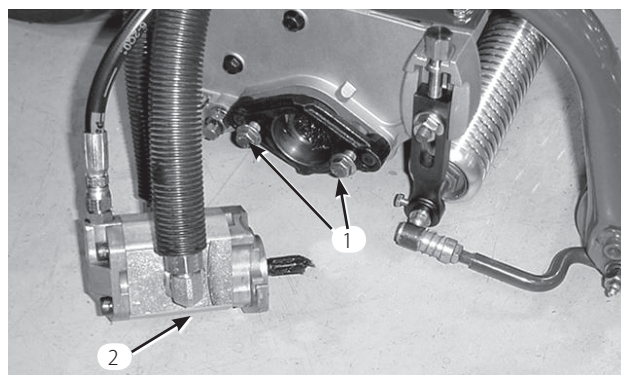

図 12
7. リールモータを固定するための取り付けボルトを各Cuttingユニットに装着する。ネジ山を13 mm 程度突き出させておく（図12）。
10. リールモータのシャフトのスプライン部にグリスを塗布する。モータを取り付け穴に正対させ、時計方向にひねってスタッドを一回かわし、次に左回りにひねって、キャップスクリューにフランジをしっかりと掛ける。キャップスクリューを締めてモータを固定する（図12）。